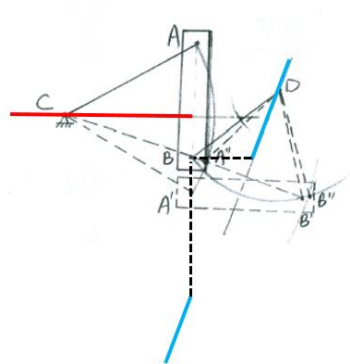
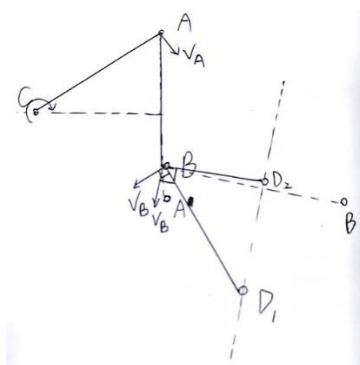

图 1
图 2
(1) 本题可用机构很多，较为简单的是四杆机构。设计需**保证无干涉**和**铰链点位置合理**两点。首先，**炉门运动过程中不能与墙壁发生干涉**，即炉门上选定的两点 A 与 B 初始速度方向均为远离墙壁的方向，否则将会使炉门嵌入墙壁内部，发生干涉。因此 C 点需在 AA'左侧，如图 1 红线部分，这样 A 点的初始速度方向才能朝着远离墙壁的方向。D 点需在 B 点以上或者 B 点以左，如图 1 蓝线部分，否则 B 点初始速度将沿着靠近墙壁的方向，图 2 即为发生干涉的错误示范。其次，**铰链点安装位置合理**，两个铰链点均应安装在炉壁上，这样既能避免铰链点悬空难以安装，又能使得三根杆在运动过程中与墙壁均不产生干涉，故最佳方案如图 3 所示。
(2) 画完图后最好加上**简要说明**，并标出**原动件转动方向**。